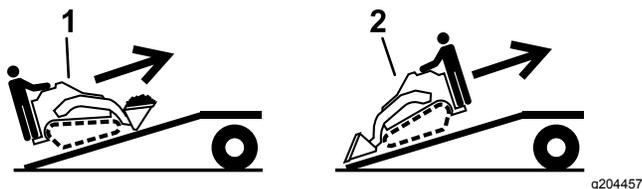

Рисунок 28
5. Погрузку машины на прицеп следует производить более тяжелой частью вверх по наклонному въезду, при этом грузы должны быть опущенными (Рисунок 28).
1. Опустите наклонный въезд (Рисунок 28).